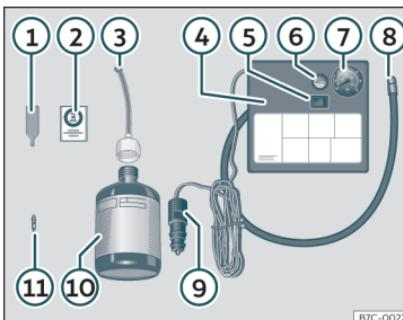

Fig. 38 Representación estándar: contenido del kit antipinchazos.
El kit antipinchazos se encuentra en el compartimento del maletero bajo el revestimiento del suelo. Incluye los siguientes componentes »» **fig. 38**:
- Desenrosque la caperuza y el obús de la válvula del neumático. Utilice el aparato »» **fig. 38** ① para extraer el obús. Colóquelo en una superficie limpia.
- Agite con fuerza la botella de sellante de neumáticos »» **fig. 38** ⑩.
- Enrosque el tubo de inflado »» **fig. 38** ③ en la botella de sellante. El precinto de la botella se romperá automáticamente.
»» **fig. 38 (3)** y enrosque el extremo abierto del tubo en la válvula del neumático.
»» **fig. 38 (1)** en la válvula del neumático.
- Enrosque el tubo de inflado del neumático del compresor »» **fig. 38 (8)** en la válvula del neumático.
- Compruebe que el tornillo de evacuación de aire está cerrado »» **fig. 38 (6)**.
- Acople el conector »» **fig. 38 (9)** a toma de corriente de 12 voltios del vehículo
- Conecte el compresor de aire con interruptor ON/OFF »» **fig. 38 (5)**.
- Pegue el adhesivo »» **fig. 38 (2)** en el cuadro de instrumentos, dentro del campo visual del conductor.
»» **fig. 38 (5)** y compruebe la presión en el manómetro **(6)**.